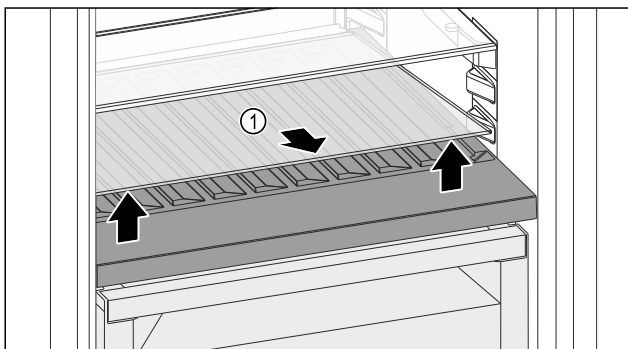

Fig. 221
- ▶ Emelje meg elől, a mélyedésnél az üveglapot Fig. 221 (1), és vegye ki.
- ▶ Biztonságosan tárolja az üveglapot Fig. 221 (1) a készüléken kívül.
- ▶ Helyezze az üveglapot (2) a variálható palackfektető polc alá.